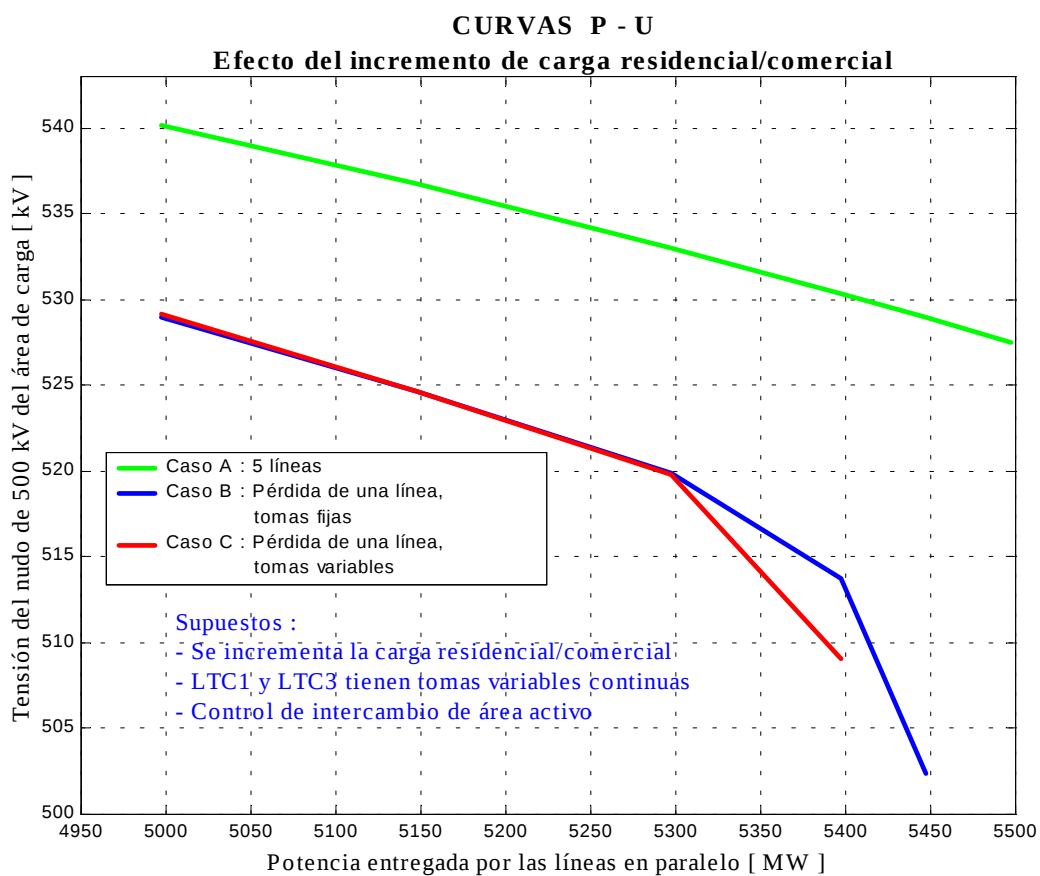
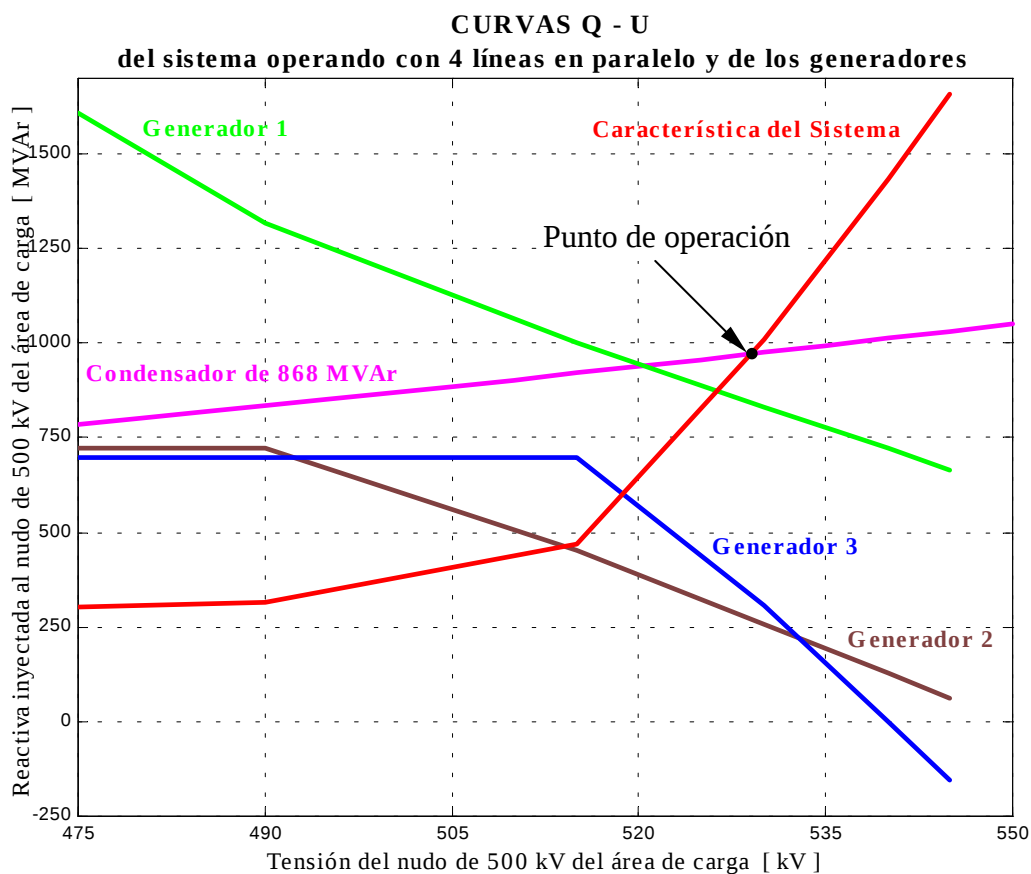

Fig. 5. Curvas P-U para los casos A, B y C.
Fig. 6.- Curvas Q-U del sistema y de los generadores cuando se ha perdido una línea.
En la Fig. 5 se muestra gráficamente los resultados obtenidos en el capítulo 4 para el análisis de los casos A, B y C.
En la Fig. 6 se muestra gráficamente los resultados obtenidos en el capítulo 4 para el análisis del caso D.
- El límite teórico de estabilidad de tensión de régimen permanente corresponde a la carga máxima que puede soportar el sistema (con las restricciones impuestas) para mantener un nivel de tensión estable. En la Fig. 5 se observa que este punto depende de las condiciones de operación del sistema , fundamentalmente del nivel de carga , estado de las líneas y del modelo de funcionamiento de los LTC. La peor situación corresponde al caso en que el sistema opera con 4 líneas y actúan las tomas de los transformadores LTC1 y LTC3, puesto que la tensión para una carga residencial/comercial de 3400 MW ($\approx$ 5400 MW por las líneas) disminuye en alrededor de 20 kV con respecto al caso de operación del sistema con 5 líneas. En estas condiciones el sistema está operando en un punto muy cercano a su límite teórico de estabilidad, lo cual significa que pequeños incrementos de la demanda pueden llevar al sistema a la pérdida de estabilidad. Este hecho también puede corroborarse si se observa (anexo III) que en este caso el generador 3 está trabajando en su límite máximo de reactiva y el generador 2 está muy próximo a él.
- Para sistemas fuertemente cargados o cercanos a su límite teórico de estabilidad se observa que la variable tiempo es muy importante, una medida cualitativa de este variable es la operación o no de las tomas del transformador (caso B y C). Esta situación puede observarse en la Fig. 5 cuando a partir de 3300 MW de demanda ($\approx$ 5300 MW por las líneas) , la pendiente de la curva P-U que considera los LTC es mayor que la curva que no los considera, es decir el sistema soportará menores incrementos de la carga.
- Al representar en un mismo gráfico las curvas Q-U del sistema y los aportes de los generadores, es posible observar si estos están operando cerca o no de sus límites máximos de generación de reactiva, lo cual da una idea de lo “cercano” que puede estar el sistema de su límite de estabilidad. En concreto en la Fig. 6 se puede apreciar que para una demanda de 3000 MW ($\approx$ 5000 MW por las líneas) el punto de operación está en 529.15 kV (1.0583 p.u.) y 972.1 MVar (0.9721 p.u.) para el cual los generadores están operando lejos de sus límites, lo que significa que el sistema no tiene problemas de soporte de reactiva, tal como muestra la Fig. 5.